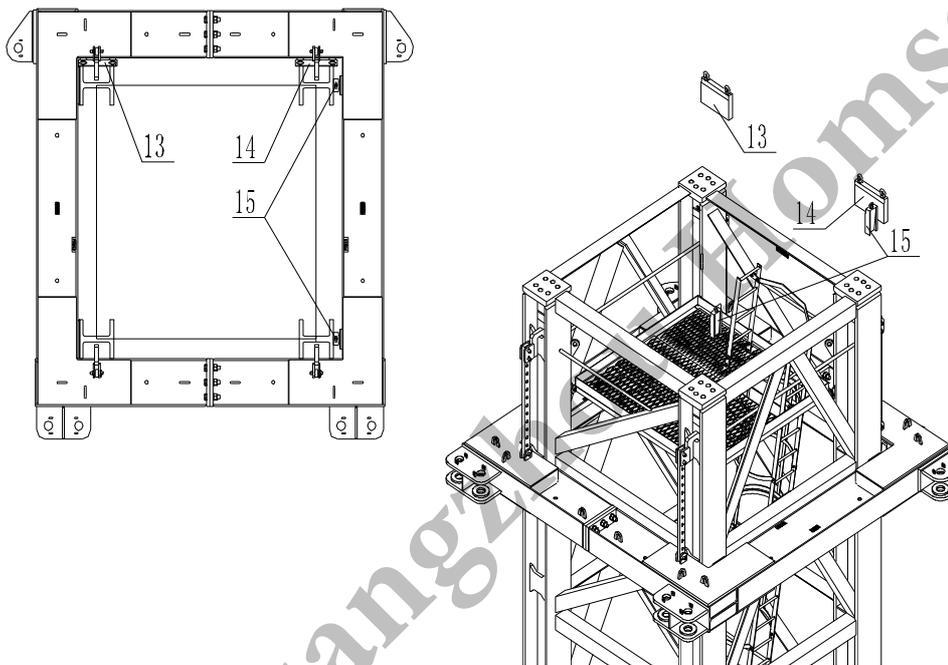

图 7.4-6
f. 至此,附着框组装完毕,根据附着拉杆位置调整附着框位置,待位置确定后,用楔块(13)、(14)、(15)将附着框固定在标准节上,见图 7.4-6。